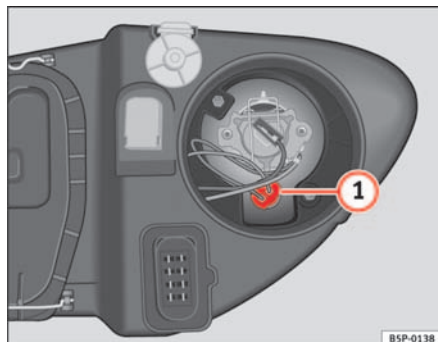

Fig. 186 Luz de población
- Extraiga el portalámparas ⇒ fig. 186 ① hacia fuera.